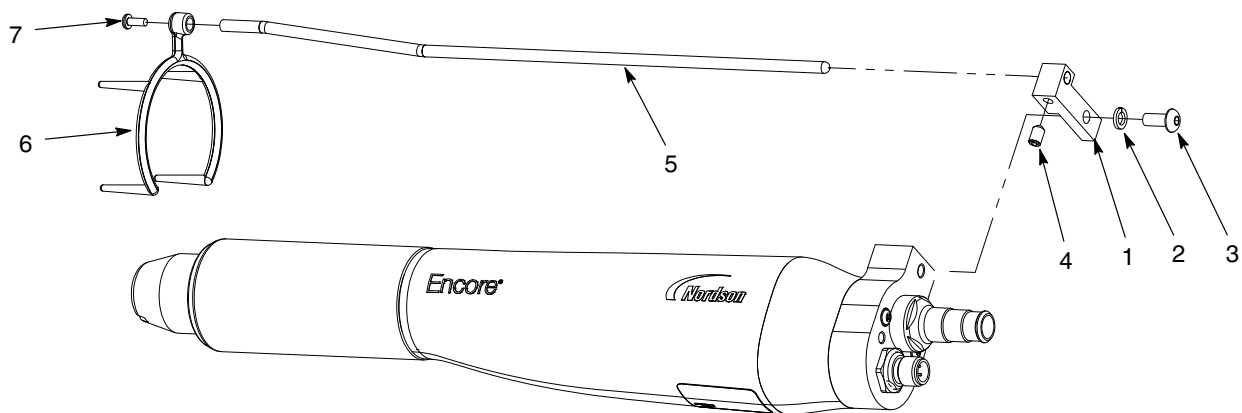

Figura 6 Instalación del colector de iones - boquilla de aplicación plana mostrada
1. Ver la figura 6. Instalar el bloque de montaje (1) en la pistola con la arandela de bloqueo M5 y el tornillo (2, 3).
2. Insertar la varilla del colector (5) en el bloque y asegurarla con el tornillo de ajuste M5 x 8 (4) incluido en el kit del colector de iones.
3. Deslizar la punta multipunto (6) hacia la tuerca de la boquilla y fijarla a la varilla del colector con el tornillo M3 (7).